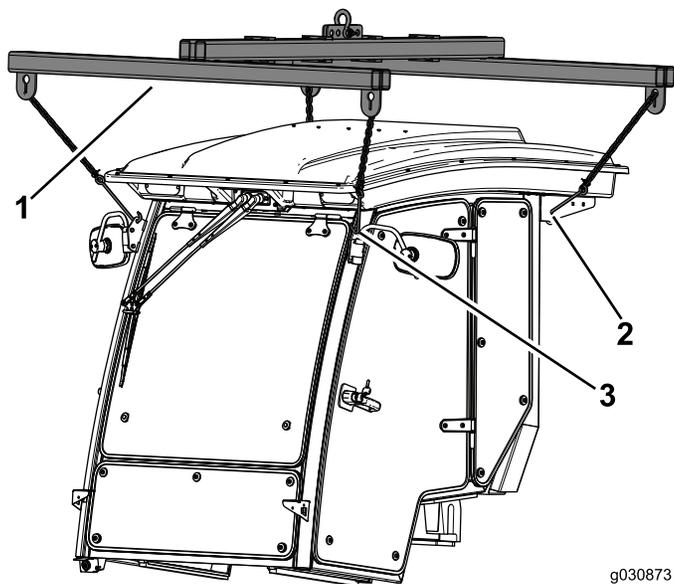

Figura 64
1. Utilizzate i 4 punti di sollevamento per sostenere la cabina sopra la macchina (Figura 64).